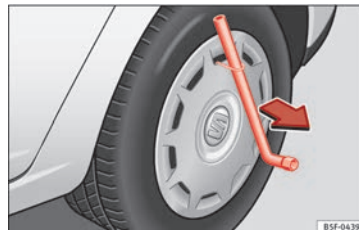

Fig. 69 Retirar el embellecedor integral.
- Retire el embellecedor integral de la rueda con el gancho de alambre » **fig. 69**.